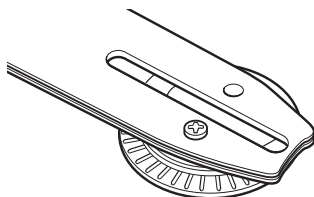
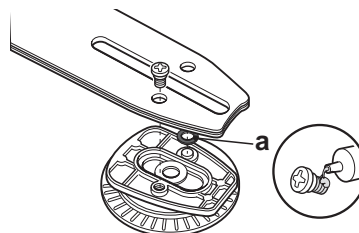

Fig. 43
Fig. 44
6. Le fait de retourner le guide-chaîne [4] à 180° permet d'assurer une usure uniforme et donc de prolonger sa durée de vie. Ôtez le disque de tension [24] du guide-chaîne après avoir enlevé sa vis de fixation (Fig. 43). Vérifiez que la rondelle en caoutchouc (a) est en bon état. Retournez le guide-chaîne et fixez de nouveau le disque de tension avec la vis. Appliquez une goutte de colle adéquate sur la vis au préalable, afin d'assurer qu'elle reste bien en place (Fig. 44).